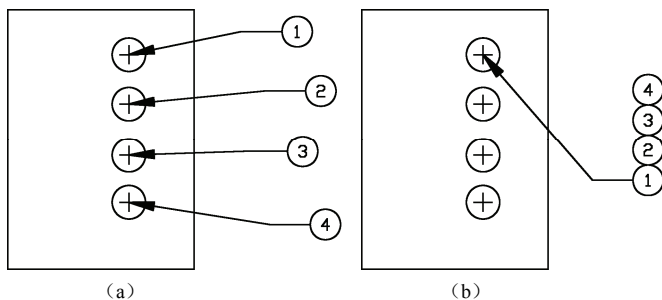

图 8-47 多重引线合并
【例 8.16】如图 8-47 (a) 所示,在图中首先分别标注 4 个以块为多重引线类型的标注,然后将它们合并到一列上,如图 8-47 (b) 所示。
(2) 在“内容”选项卡中，将多重引线类型改为“块”，源块设置为“圆”，并适当调整比例大小到合适。单击 **确定** 按钮退出，再单击 **关闭** 按钮退出“多重引线样式管理器”对话框。
(3) 采用“多重引线”命令标注 4 个引线，分别填入 1、2、3、4，如图 8-47 (a) 所示。
(4) 单击“注释→引线→合并引线”按钮，或通过以下命令完成修改。
结果如图 8-47 (b) 所示。